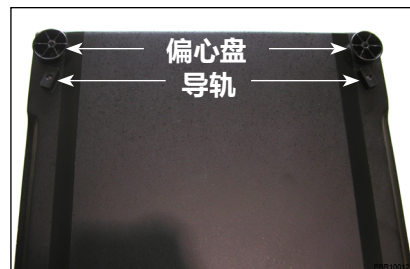
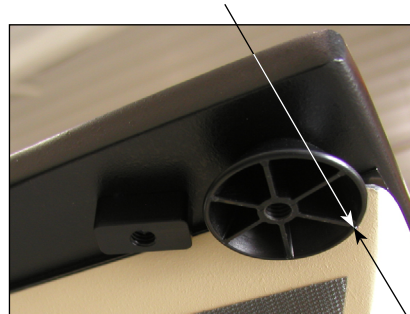

图 17
图 18 将偏心盘中的凹槽转向治疗床以便拧紧
1. 从下方观察偏心盘 (图 17), 旋转偏心盘直至 CT 床板将 CT 覆盖罩牢固固定在中心, 并还可在 CT 床板上滑入/滑出 (图 18)。